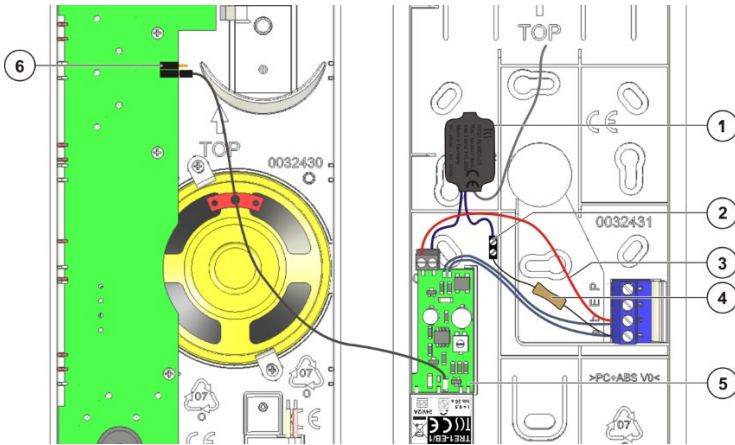

Abb. 2: Einbau RTS17E und TRE1-EB/1 und Anschluss in 2-Drahttechnik (am Beispiel ISH3030)
- ▶ Platzieren Sie den Einbau-Sender RTS17E und das Einbau-Ruf-Relais TRE1-EB/1 in einer der TCS-Innenstationen IVH3222, ISH3022, ISH3030/ISH3130, ISW3030/ISW3130, ISH1030 (und baugleichen), siehe Abb. 2.
- ▶ Schließen Sie den Einbau-Sender RTS17E und das Einbau-Ruf-Relais TRE1-EB/1 sowie den Vorwiderstand mit der Verbindungsklemme an (im Lieferumfang), siehe Abb. 2.